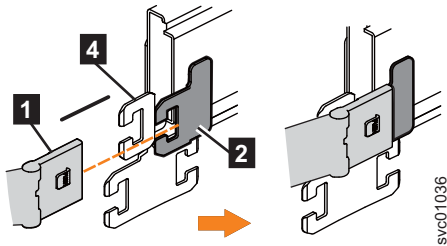

Figura 74. Instale o conector interno do CMA superior para o membro interno do trilho de suporte
2. Instale os conectores internos no conjunto de CMA superior (**1**) para o membro interno do trilho de suporte esquerdo (**2**), conforme mostrado em Figura 74 dos trilhos de suporte externo e interno.